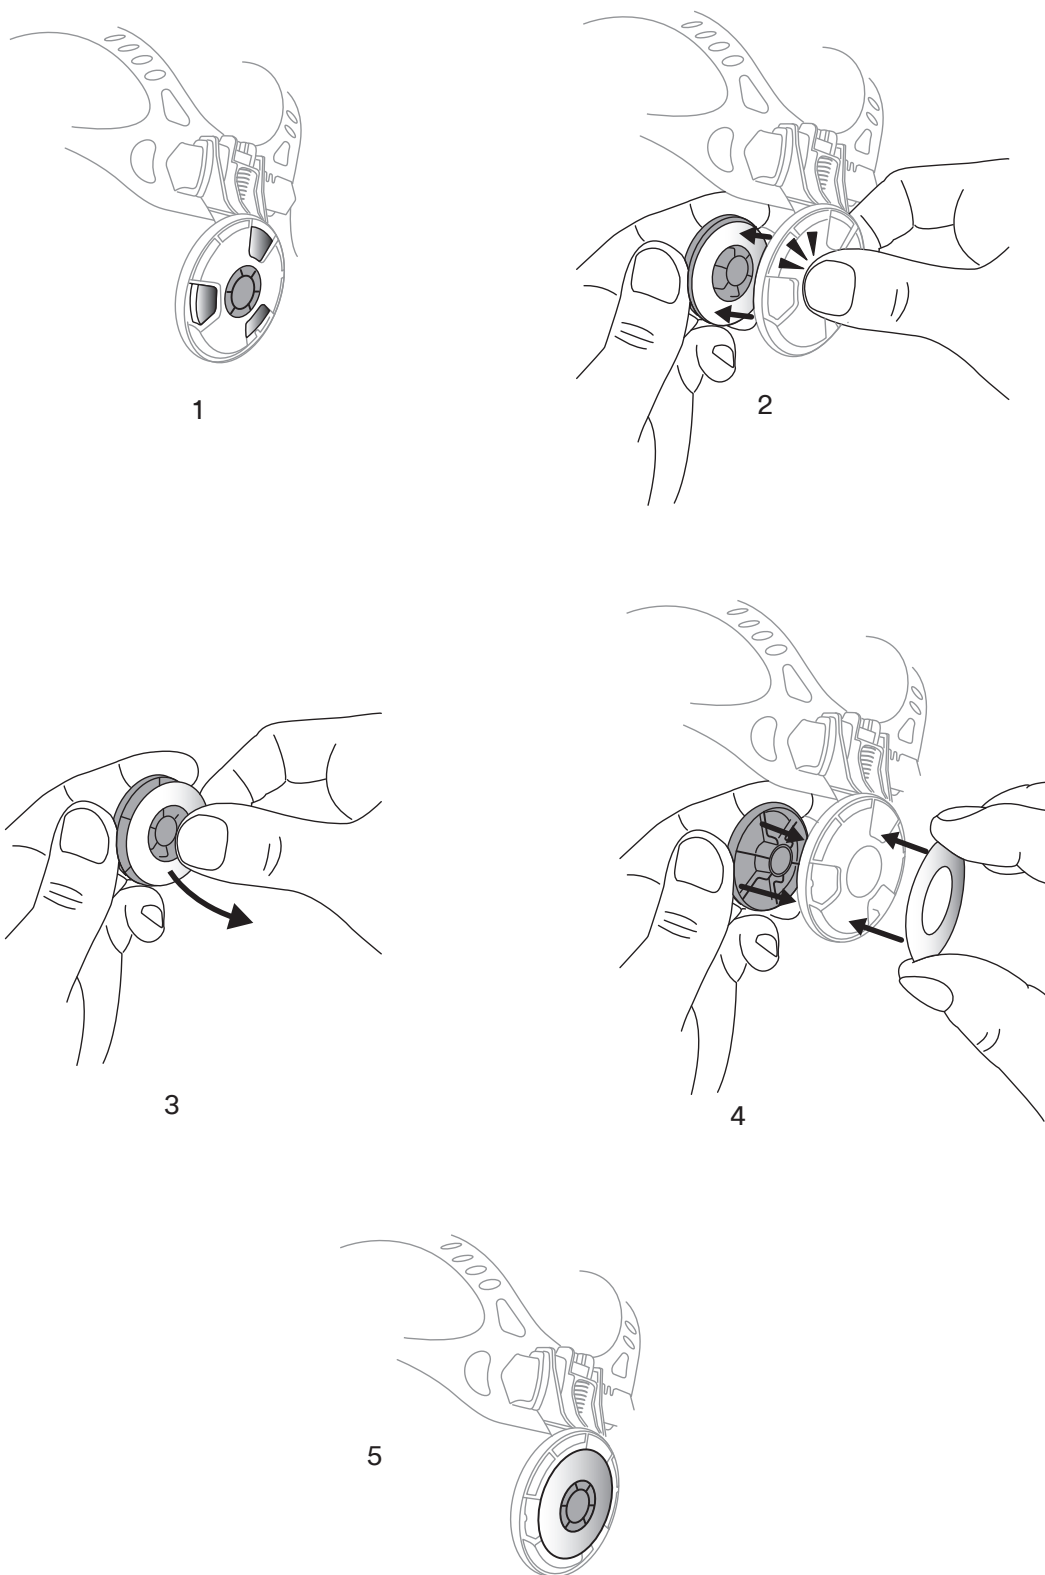

Fig. 6c
- c. Le point d'immobilisation peut être désactivé comme suit : dévisser le bouton de pivot de gauche, retirer la rondelle de retenue, retirer la rondelle en acier inoxydable, remettre la rondelle de retenue, placer la rondelle en acier inoxydable par-dessus la rondelle de retenue (la rondelle en acier inoxydable a été retirée d'en dessous de la rondelle de retenue pour la mettre par-dessus celle-ci), puis remettre le bouton du pivot de gauche en place (Fig. 6c).